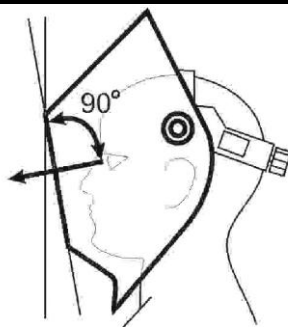

Рис.2
3. Регулировка наклона маски (Рис.2): отрегулируйте натяжку винтов, чтобы маска не падала. Также, убедитесь, что она может свободно опускаться.